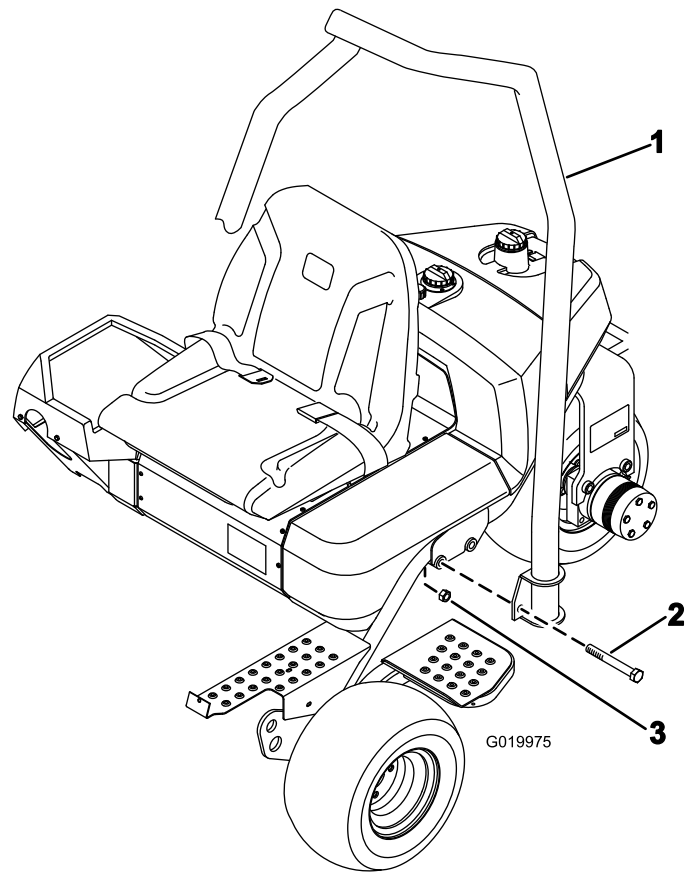

図 7
1. ROPS の上部の湾曲部が機体の前方を向くように ROPS を配置する 図 7。